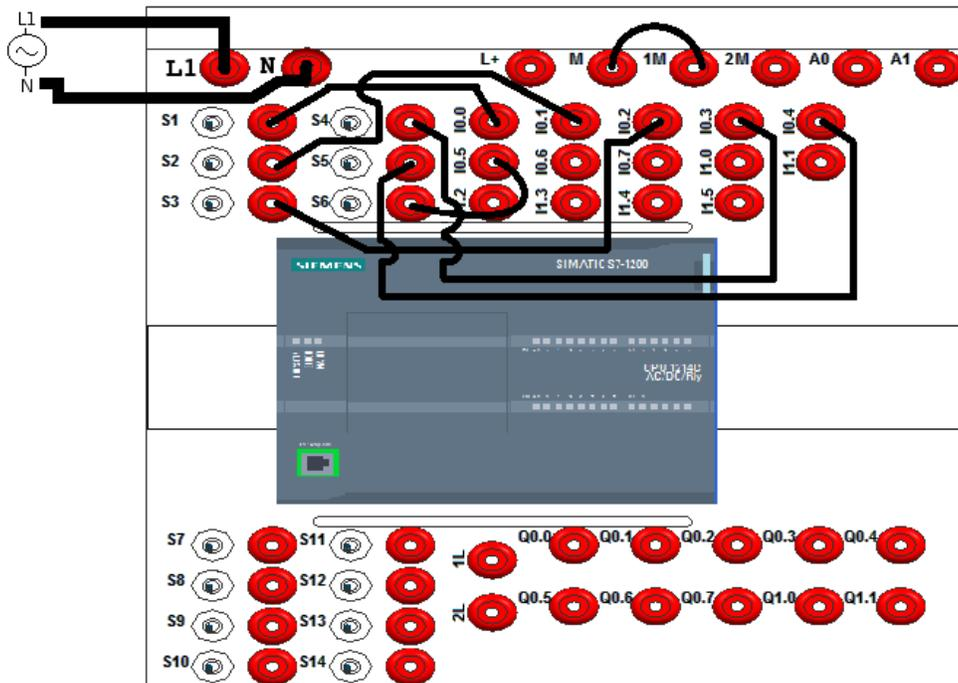

Figura 7. Conexión del PLC.
1.  Sin energizar aún el PLC, realice las conexiones que se muestran en la Figura 7. Pida al docente de laboratorio que revise las conexiones antes de continuar.